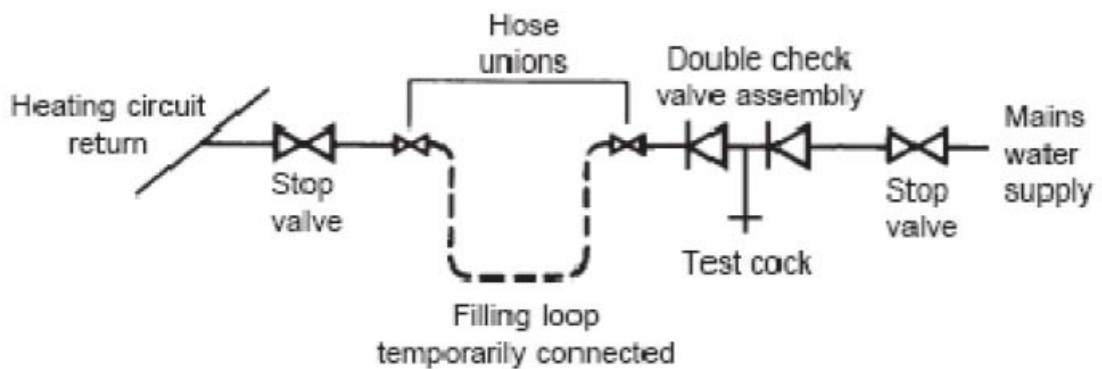

Fig. 7
- c) El aparato está dotado de un by-pass interno que funciona con alturas de elevación de la instalación (H) superiores a 3 m. El flujo máximo a través del by-pass es de aproximadamente 300 l/h. Si se tienen que montar válvulas del radiador termostático del radiador, por lo menos un radiador tiene que ser sin válvula termostática (normalmente el radiador del baño).
- d) Una instalación estanca debe llenarla sólo una persona competente que utilice uno de los métodos aprobados indicados en la fig. 7. El proyecto de instalación debe incluir las conexiones adecuadas a uno de estos métodos.